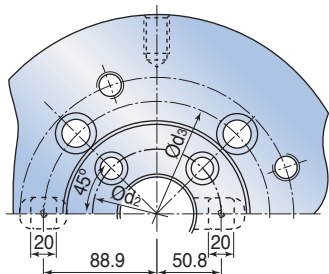

Fig.1
- K: Адаптер с ключем для настройки (Рис.1)